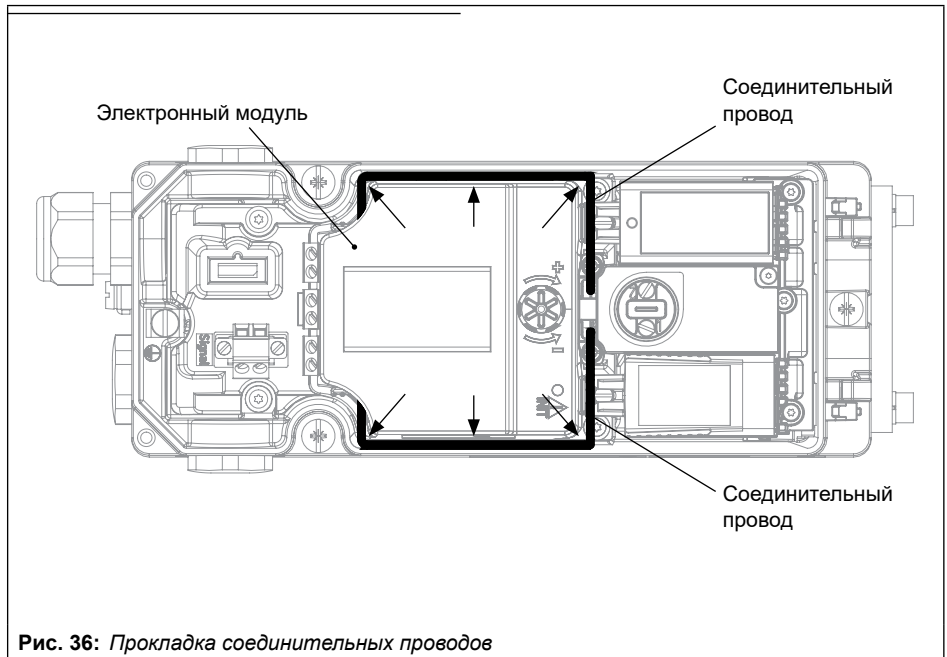

Рис. 36: Прокладка соединительных проводов
9. Проложите каждый из двух соединительных проводов между электронным модулем и корпусом позиционера и надавите вниз, см. Рис. 36.